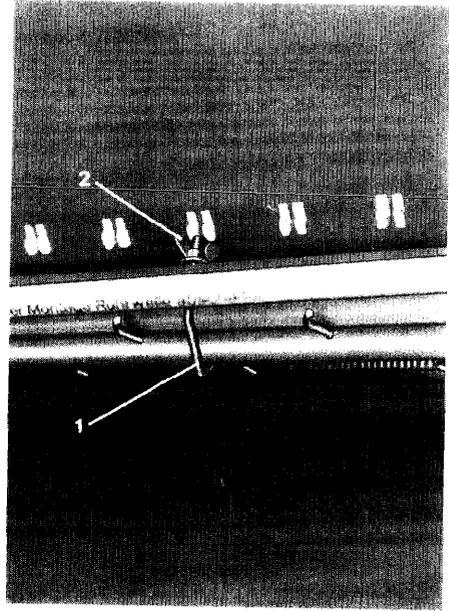

Fig. 50
- Monter les 2 vis-crochets (fig. 50/1, 51/7) au centre de chaque réducteur de capacité entre l'arbre agitateur et le réducteur de capacité et le serrer à l'aide des écrous à ailettes (fig. 50/2, 51/8).